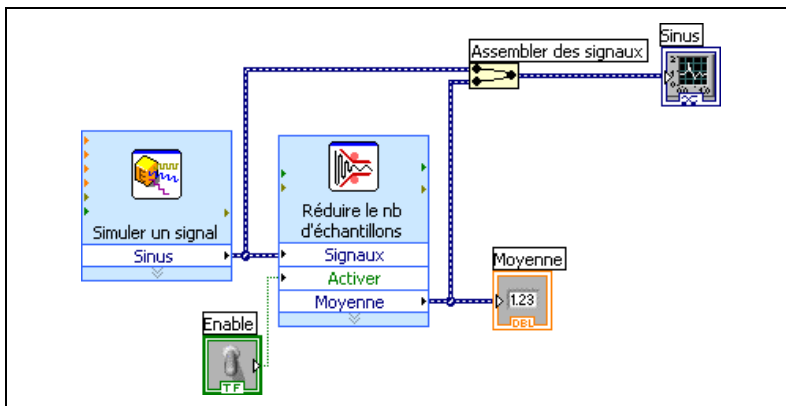

Figure 2-3. Diagramme du VI Réduire le nombre d'échantillons
- Organisez les objets sur le diagramme de telle sorte qu'ils apparaissent comme dans la figure 2-3.